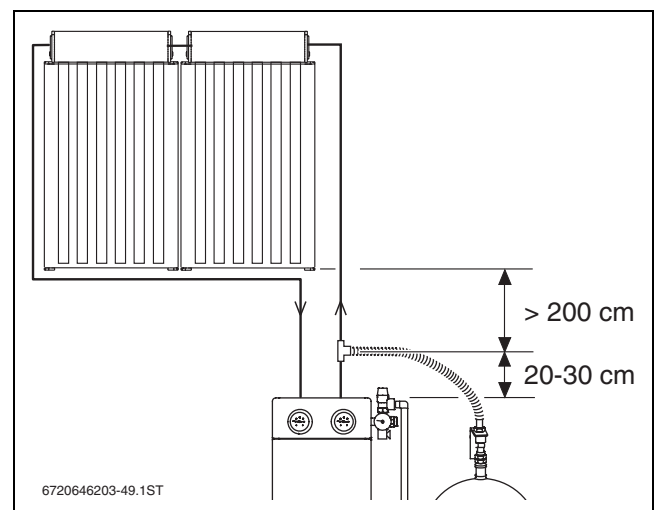

Fig. 3
- Montați vasul de expansiune (AG) deasupra stației solare, pe retur, folosind o piesă T de 20-30 cm (→ Fig. 3).
- Distanța dintre stația solară (racord AG) și muchia inferioară a câmpului de panouri trebuie să măsoare minimum 2 m (→ Fig. 3).